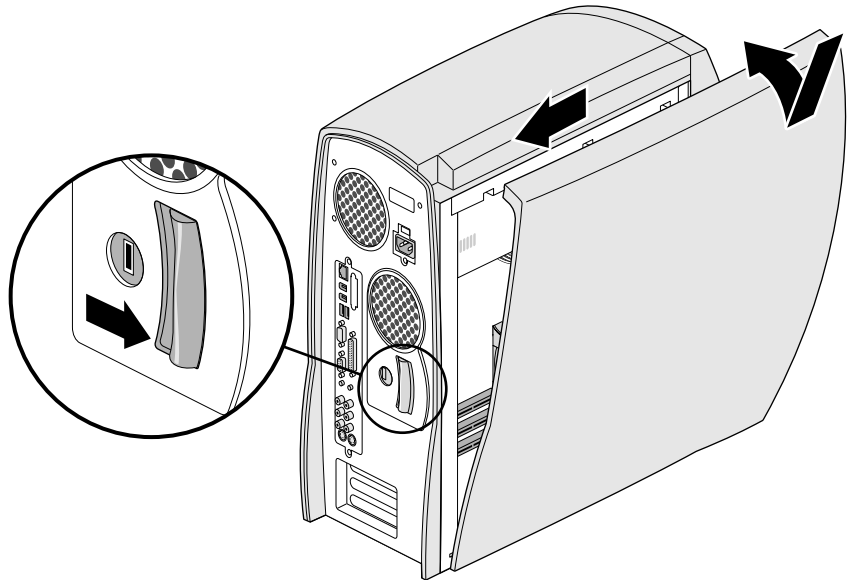

Figura 2-5 Montaggio della copertura laterale
1. Rivolti verso il lato del sistema, inserire le linguette alla base della copertura nelle tacche presenti sul bordo inferiore del telaio, come illustrato nella Figura 2-5; quindi inclinare la copertura verso l'alto e farla scivolare verso il retro del sistema finché non si blocca nella posizione corretta.